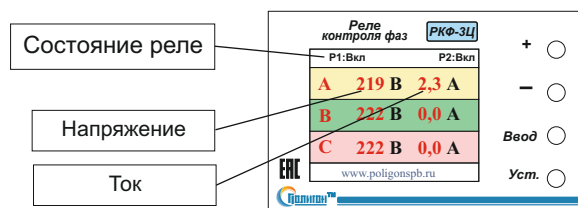

Рис. 1
4.1.2. На индикаторе реле РКФ-3Ц высветятся текущие показания напряжения, тока и состояние внутренних реле (Рис.1). При номинальном напряжении сети включено реле Р1, и если ток нагрузки не превышает значение номинального тока, то включено реле Р2.